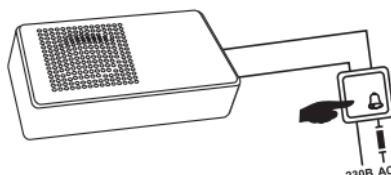

Рисунок 6. Монтаж проводного звонка ЗПБ
- Провести подключение питающей однофазной сети к проводам звонка (рисунок 6).